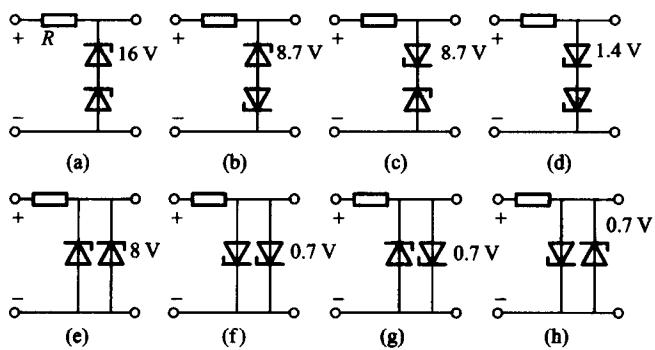

图 1-12
(6) 解: 当稳压管串联时, 可有四种不同的电路接法, 如图 1-12 中图(a)、(b)、(c)、(d)所示。其稳压值分别为 16 V、8.7 V、8.7 V 和 1.4 V(设稳压管工作在正向时压降为 0.7 V)。当两个稳压管并联时, 又可有如图 1-12 中(e)、(f)、(g)、(h)所示的四种电路接法, 其稳压值分别为 8 V、0.7 V、0.7 V 和 0.7 V。
电压温度系数越小, 管子的温度稳定性越好。一般大于 6 V 的稳压管正向特性部分具有负的电压温度系数。在图 1-12(b)和(c)所示的接法中, 正、负温度系数可以互相补偿, 因此, 图中(b)和(c)所示的接法电压温度系数最小, 温度稳定性最好。